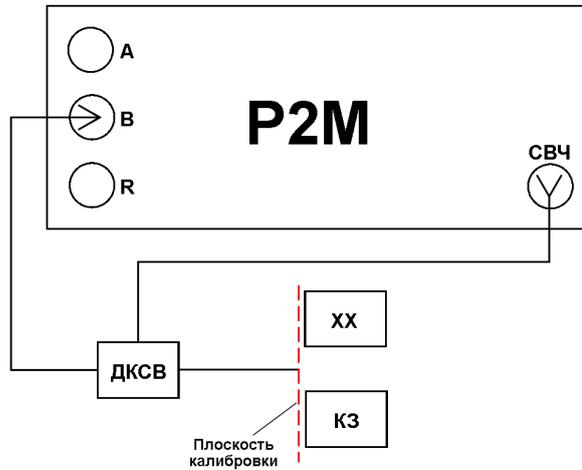

Рисунок 22. Проведение калибровки в режиме измерения модуля КО.
9. Выбрать в главном меню *Калибровка* -> *Калибровка...* В окне «Мастер калибровки» выбрать «Модуль КО». Провести калибровку, поочередно подключая к СВЧ-выходу датчика КСВ меры ХХ (холостого хода) и КЗ (короткого замыкания) по схеме, приведенной на рис. 22, следуя указаниям Мастера калибровки, рис. 23;